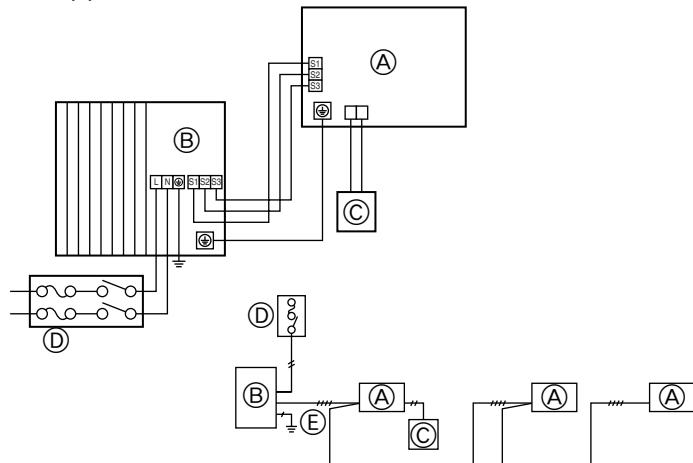

Fig. 6-1
6.1. Vorsichtsmaßregeln (Fig. 6-1)
- Erdungsschutz mit sicherungslosem Unterbrecher (Erdleckunterbrecher [ELB]) wird normalerweise für ④, ⑤ installiert.